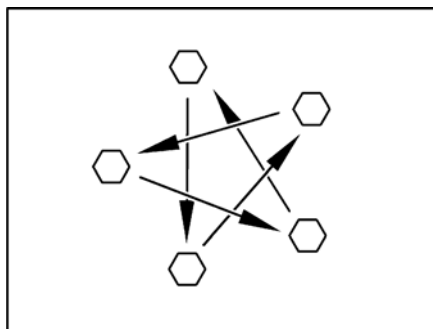

Fig. 370 Serrare a croce i dadi o i bulloni delle ruote
- Controllare regolarmente il serraggio dei dadi o dei bulloni. Regolare a croce (Fig. 370) il serraggio dei dadi o dei bulloni di una ruota sostituita dopo circa 50 km.
- ▷ Serrare a croce i dadi o i bulloni delle ruote (Fig. 370).